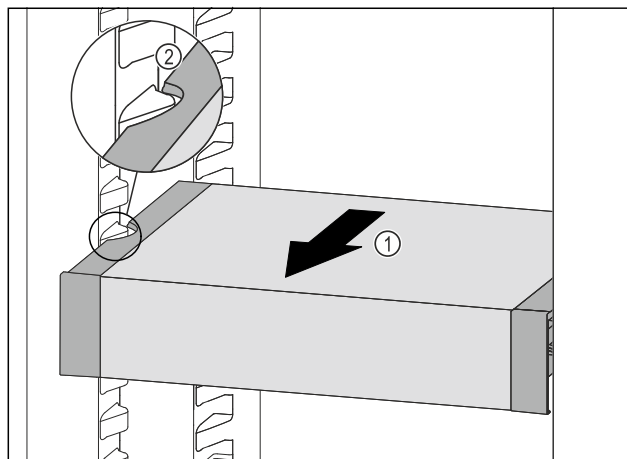

Fig. 109
- Vedä VarioSafe-laatikkoa eteenpäin Fig. 109 (1), kunnes Variosafen sivuilla olevat lovet ovat jääkaappiosassa olevien kannattimien tasolla. Fig. 109 (2)